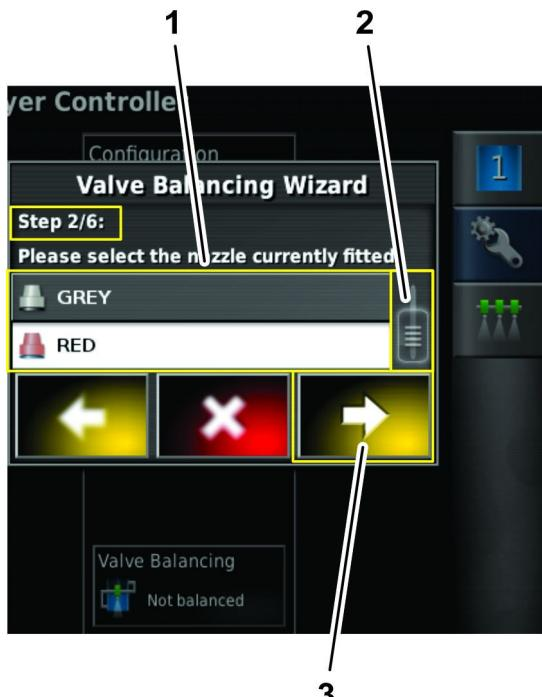

图 48
2. 在阀门平衡向导的第 2 步根据需要拖动滚动条以显示正在配置的喷嘴然后从下拉列表中按该喷嘴图标 图 48。
3. 按下一步图标图 48。